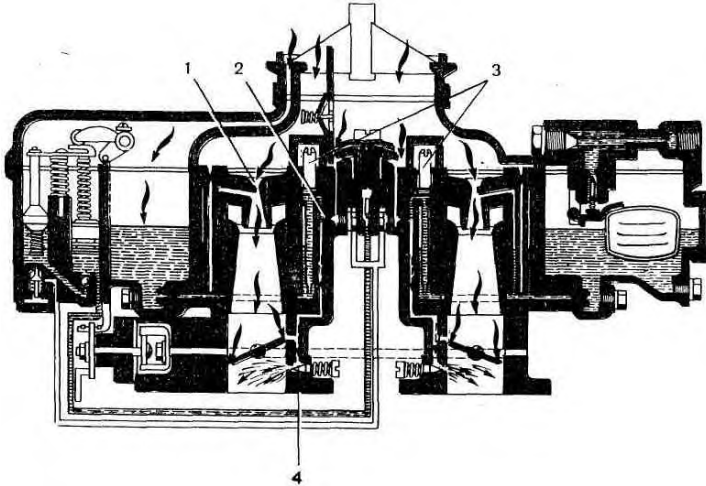

Рис. 5.6
2. При роботі двигуна на холостому ходу повітря проходить через малий дифузор карбюратора 1 (рис. 5.6) і повітряний жиклер холостого ходу 2.